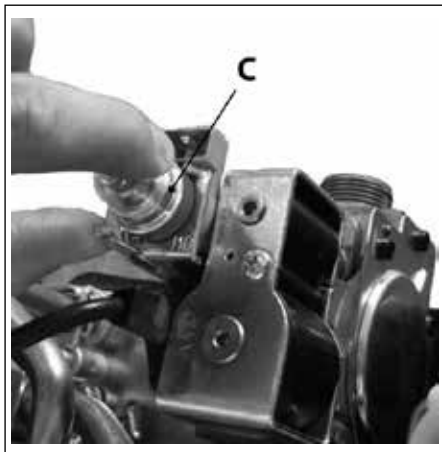

Рис. 47 Катушка модуляция газового клапана
- Снять пластиковый колпачок **С** (смотри Рис. 47 Катушка модуляция газового клапана) с верхней части боины модулятора газового клапана, который предохраняет винты регулятора давления.